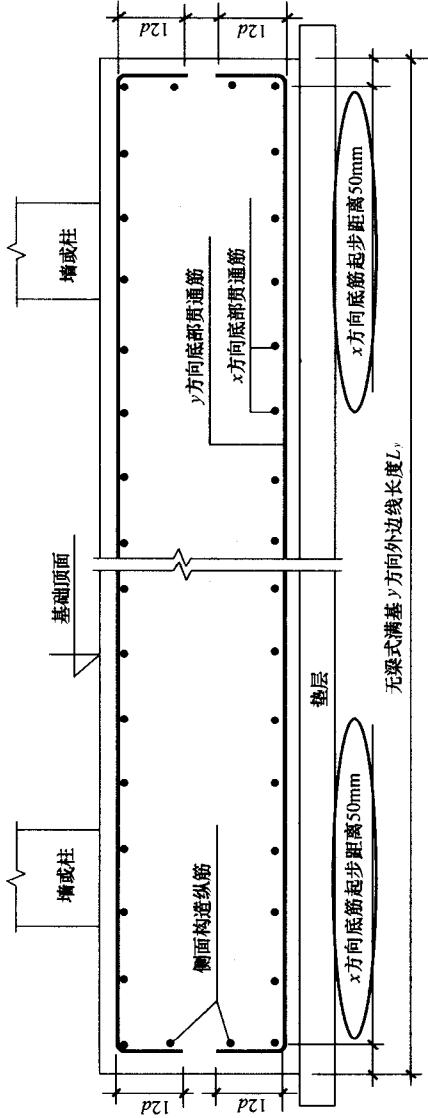

图 1.1.7 平板式筏基底筋  $x$  方向根数计算图
$x$  方向底筋起步筋距离基础边 50mm，如图 1.1.7 所示。
- 根据图 1.1.7，可以推导出平板式筏基底筋  $x$  方向根数计算公式，见表 1.1.4。